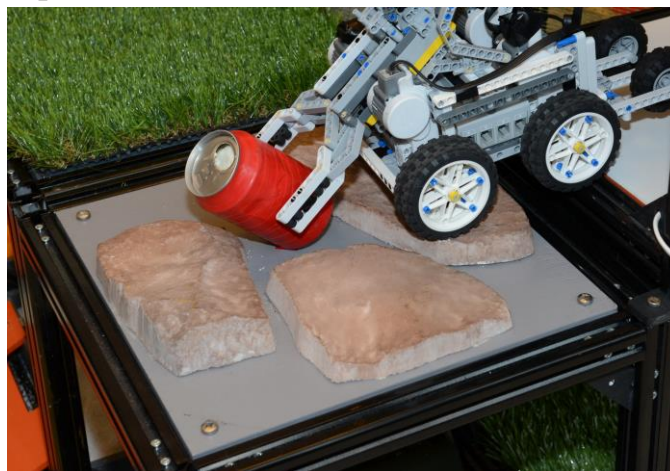

Рисунок 3 - «Площадка с камнями»
- 1.5.2. **Камни** – площадка, представляющая собой лист фанеры с прикрепленными к нему камнями, с острыми углами и сильными перепадами по высоте (рисунок 3). Средняя высота каменного слоя – 35 мм. Габариты площадки 340x340x35.